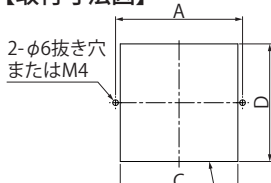
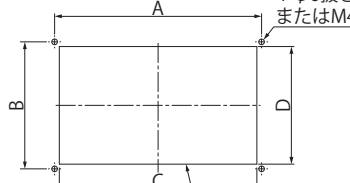

図1
図2
1. 上記の取付寸法図に従い、キャビネットに穴加工をしてください。(図1～3)
- 図1、図2は開口プレートBP17-Pを横方向に取り付けた時の図です。縦方向に取り付ける際は、90度回転させた取付寸法図となります。